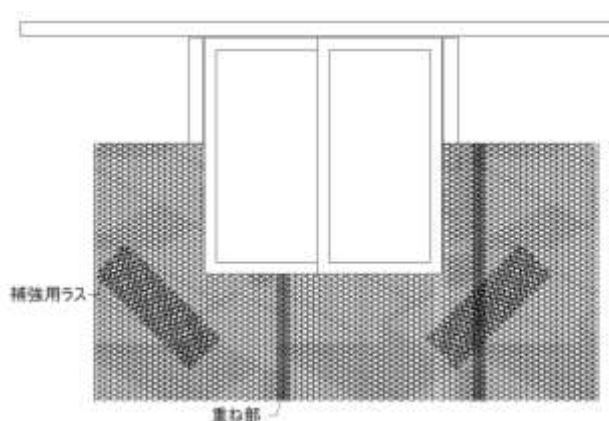

図 21 開口部廻りの補強例
- 開口部コーナー部分のひび割れ防止には、補強用平ラス（F450 以上、15cm×30cm 以上の大きさ）を図 21 に示す様に各コーナーに出来るだけ近付けて斜めに二重張りとし、ステンレス鋼製の結束線で緊結します。